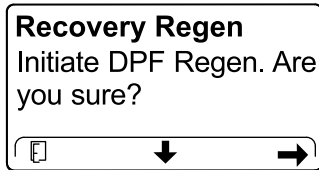

Рисунок 55
4. На экране INITIATE DPF REGEN (НАЧАЛО РЕГЕНЕРАЦИИ DPF) нажмите правую кнопку, чтобы продолжить (Рисунок 55).